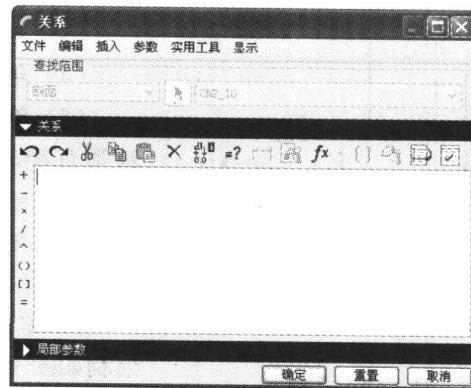

图 1-15 “关系”对话框
- 定义尺寸关系：执行“工具” / “关系”命令，打开如图 1-15 所示的“关系”对话框，即可对图元尺寸进行关系设置。